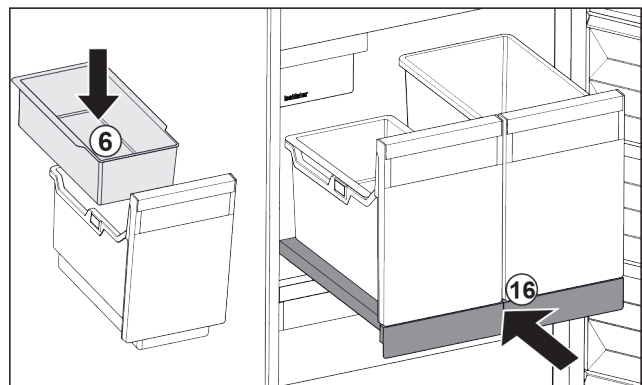

Fig. 101
- ▶ Вставьте навесной лоток Fig. 101 (6) для кубиков льда.
- ▶ Вставьте выдвижную панель с контейнером (IceTower). Fig. 101 (16)